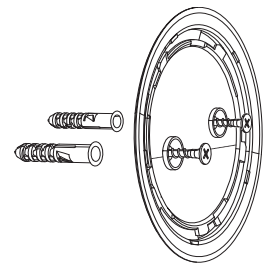

Fig. 5
5. Fixez le couvercle sur un mur (Fig. 5).